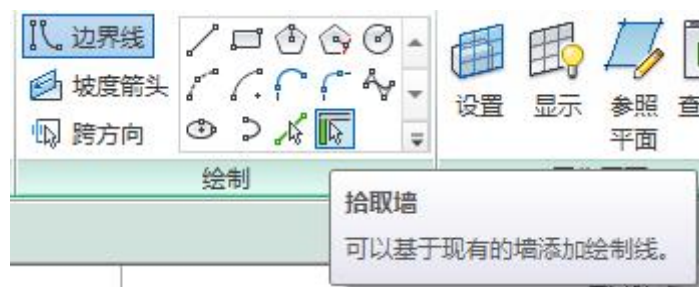

图 4-5 拾取墙工具
- 拾取墙: 默认情况下, “拾取墙”处于活动状态 (图 4-5), 在绘图区域中选择要用作楼板边界的墙。